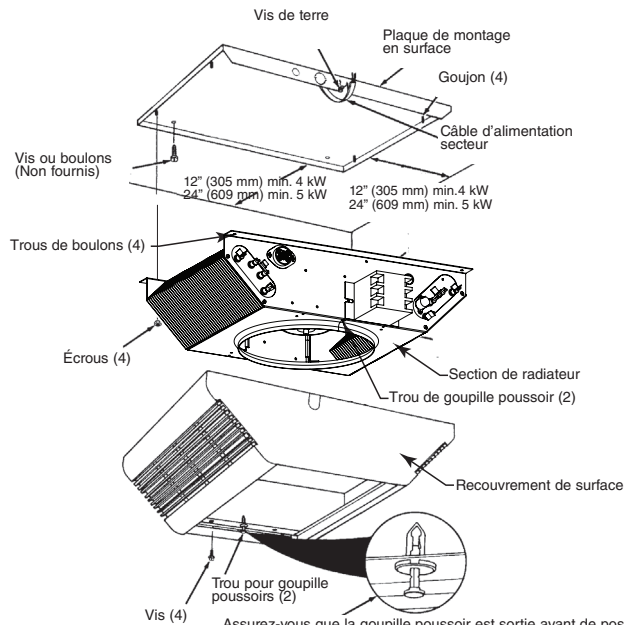

Figure 2
6. Positionnez la plaque de montage en surface contre le plafond et fixez-la avec des boulons ou des vis (Figure 2). Voyez l'avertissement N° 9. Connectez le fil d'arrivée de terre sur la vis de terre verte de la plaque de montage en surface.
10. Positionnez la section de radiateur par-dessus les goujons de la plaque de montage en surface (Figure 2).
11. Poussez la section de radiateur sur les goujons et serrez bien les quatre écrous (fournis) sur ces goujons pour fixer la section de radiateur sur la plaque de montage en surface (Figure 2).
SI VOUS N'INSTALLEZ PAS BIEN LES QUATRE ÉCROUS DE FIXATION LE RADIATEUR PEUT TOMBER (VOYEZ LA FIGURE 2).
**REMARQUE :** Assurez-vous que la goupille poussoir dans chaque extrémité de la grille de soufflage est tirée en position sortie pour permettre aux corps de goupille de bien entrer dans les trous de la section de radiateur (Figure 2).
15. Installez et serrez bien quatre vis (fournies) pour retenir le recouvrement de surface avec la section de radiateur (Figure 2).
SI VOUS N'INSTALLEZ PAS BIEN LES QUATRE VIS LE RECOUVREMENT DE SURFACE PEUT TOMBER (VOYEZ LA FIGURE 2).
SI VOUS N'INSTALLEZ PAS BIEN LES QUATRE VIS, LE RECOUVREMENT DE SURFACE PEUT TOMBER (VOYEZ LA FIGURE 2).
SI VOUS N'INSTALLEZ PAS BIEN LES QUATRE VIS LE RECouvreMENT DE SURFACE PEUT TOMBER (VOYEZ LA FIGURE 2).